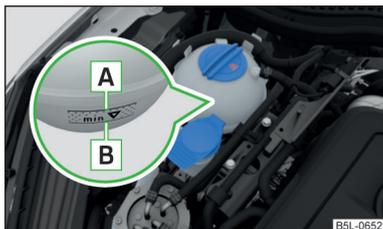

Fig. 161
Para rellenar, utilice solamente aquel líquido refrigerante cuya designación se encuentre en el depósito de compensación del líquido refrigerante » fig. 161 de la página 219.
- No rellene el depósito de líquido refrigerante por encima de la marca **A** » fig. 161 de la página 219.
El depósito de compensación de líquido refrigerante se encuentra en el vano motor » fig. 161.
» Compruebe el nivel de líquido refrigerante en el depósito de compensación del mismo » fig. 161.